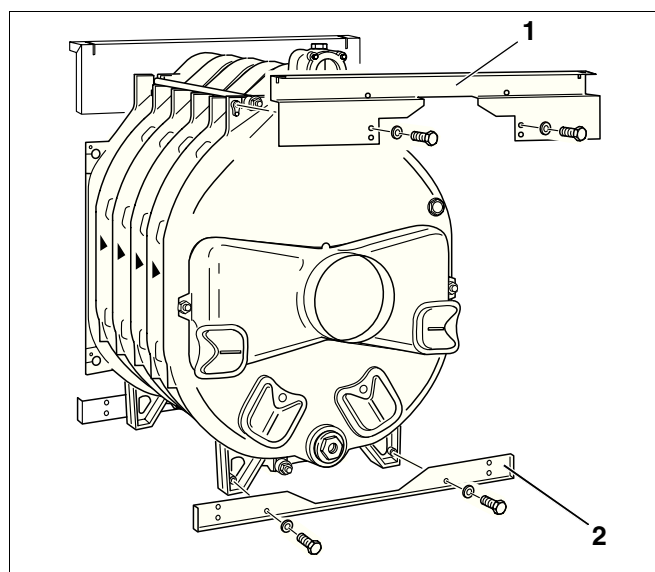

Рис. 31 Установка задних траверс
- Установить поперечную траверсу вверх сзади (рис. 31, **поз. 1**) на литых выступях и закрепить болтами (М 8 х 15) к задней секции. Отбортовка верхней поперечной траверсы должна быть направлена **вперед**.
- Прикрутить нижнюю поперечную траверсу (рис. 31, **поз. 2**) двумя болтами (М 8 х 15) к ножкам задней секции. Отбортовка нижней поперечной траверсы должна быть направлена назад.